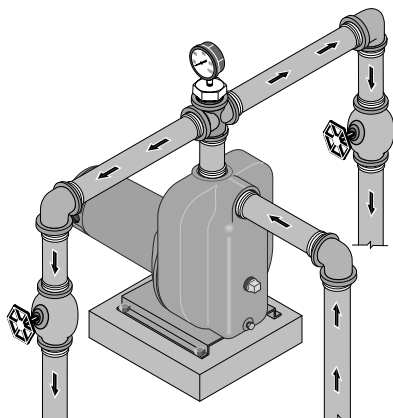

Figura 7 - Descarga múltiple
La descarga de la bomba se puede dividir para proveer a dos (2) o más sistemas de rociado. La figura 7 ilustra una sugerencia de servicio de descarga múltiple.